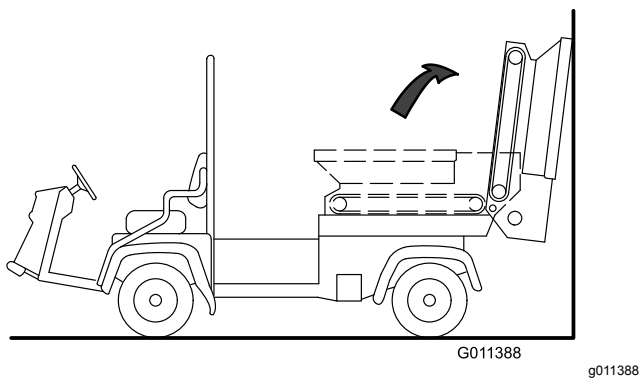

图33
5. 向后转动料斗并倚靠到墙壁、梯子等物体上面。不要将料斗靠着机器后部放置因为这样可能会损坏刷子或液压接头 图33。
**重要事项** 确保料斗翻转超过中心线和/或固定到墙壁或柱子上防止其意外跌落到工作区 图33。